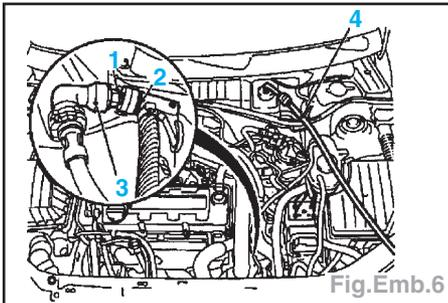

Fig.Emb.6
- Le capuchon de vanne de purge (3), monter le raccord MKM-6174-1 (2) déposer le couvercle de réservoir de liquide de frein, monter l'adaptateur de l'appareil de purge (3) sur le réservoir, reposer l'outil MKM-6174-2 (4) sur l'appareil de purge et introduire l'extrémité dans un récipient (Fig.Emb.6).